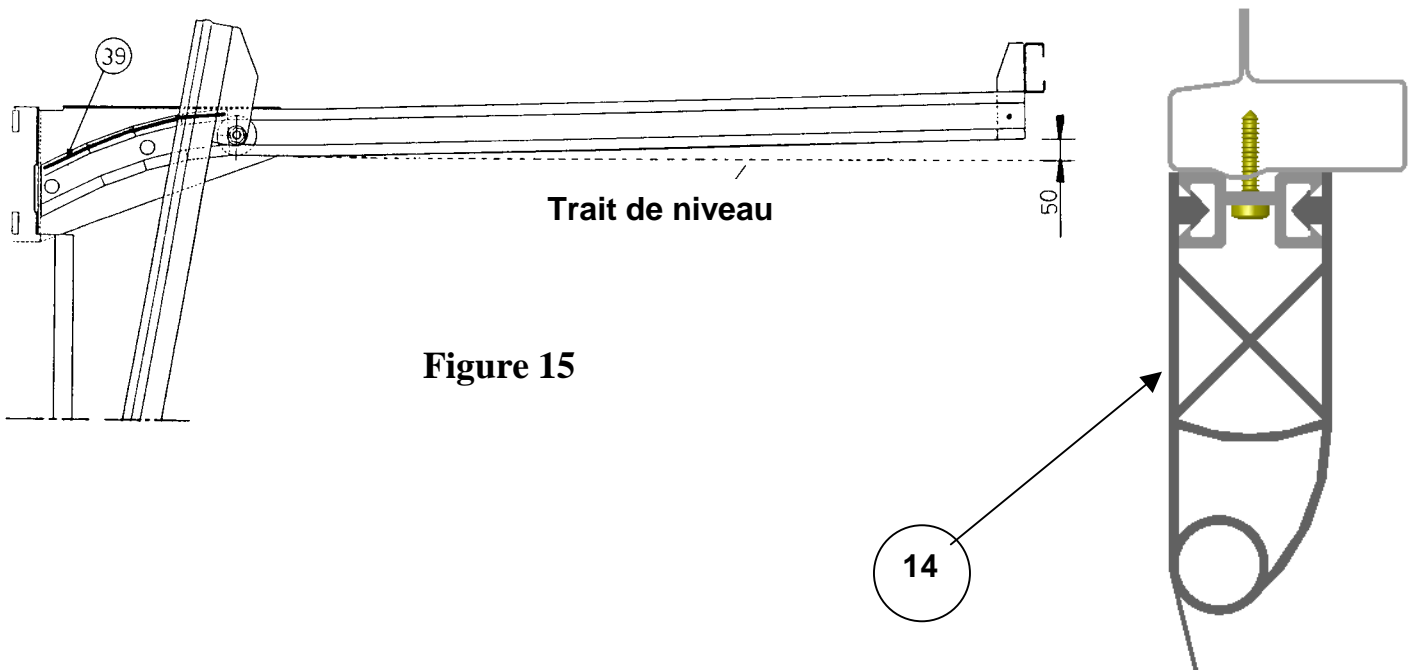

Figure 15
21 – VERIFIER le niveau des rails horizontaux, repérer la position des rails de niveau (en mesurant le hauteur depuis le sol ou le plafond, ou en réalisant un trait sur le mur latéral ou sur les étais) ensuite relever l'arrière des rails horizontaux de 50 mm. (Figure 15)
- AMENER le panneau en fermeture et le lâcher quand le haut du panneau est juste avant la partie cintrée (Figure 15), le bas du panneau doit remonter jusqu'à environ 1 mètre du sol sous l'action du ressort.
- A l'intérieur des rails horizontaux : en partie haute de la courbe (39). (Figure 15)